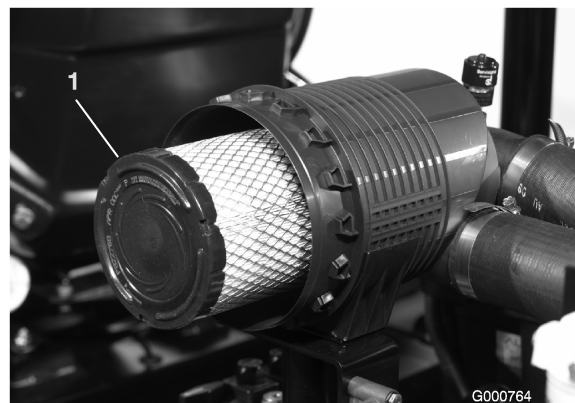

Figura 40
3. Retire e substitua o filtro primário (Figura 40).